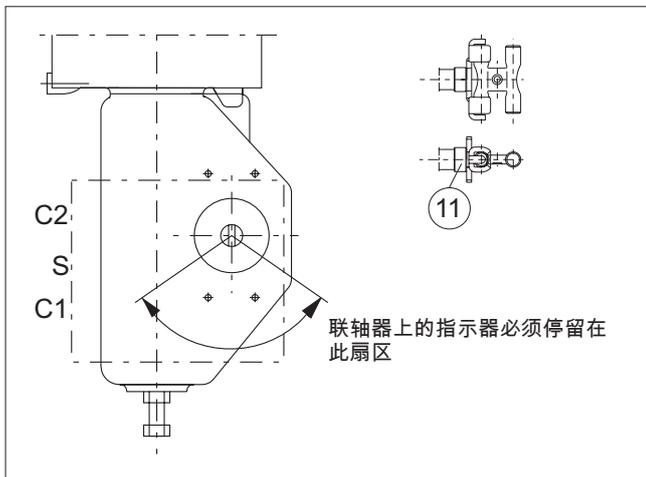

图.7 安装在带 VDI/VDE 安装面的 Neles 执行机构上
Neles 执行机构的联轴器选择方案如图 7 所示。
- 将 H 型联轴器 (47) 安装到轴上。在螺钉 (48) 上涂抹螺纹锁固剂并正确紧固。
- BJ 和其它单作用式执行机构：将涂有密封剂的金属塞 (53) 安装到 C1 接头上。
- 按照阀门关闭件的方向设定执行机构指向箭头，并将耳片 (2) 安装到指示器盖上，位置如第 12.6-12.7 节所示。在耳片螺钉上涂 Loctite 等密封剂并正确紧固。
- 将支架 (1) 安装到 ValvGuard 上。
- 将托架 (1) 安装到执行机构上。ValvGuard 的联轴器必须插入耳片 (2)，以确保指示器位于如图 7 所示位置。